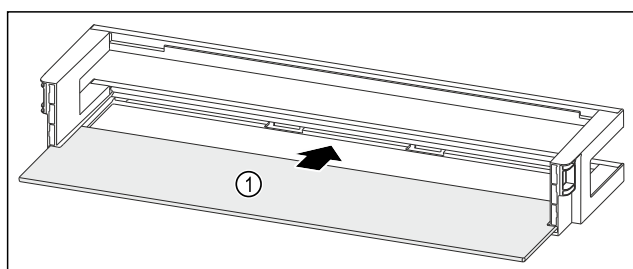

Fig. 200 Dveřní přihrádka s odkládací plochou
- ▶ Odkládací plochu Fig. 200 (1) zasuňte do bočních vybrání.